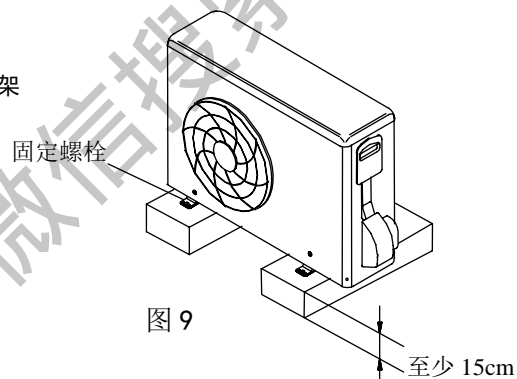

图 9
- (二)、不需要使用安装支架时, 将室外机直接固定在地面或平台上, 室外机高于地面或平台至少 15cm (图 9)。